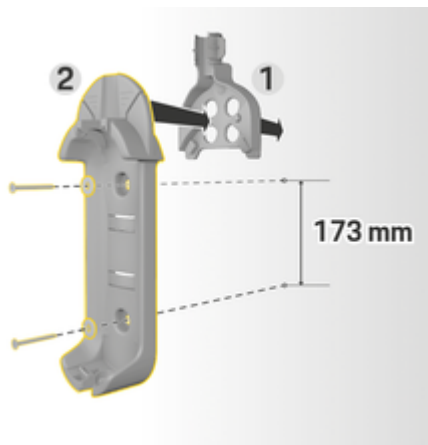

图 270 钻孔尺寸
3. 将基本壁挂支架 2（图 270）从前面按入电缆线路导件 1（图 270）中。